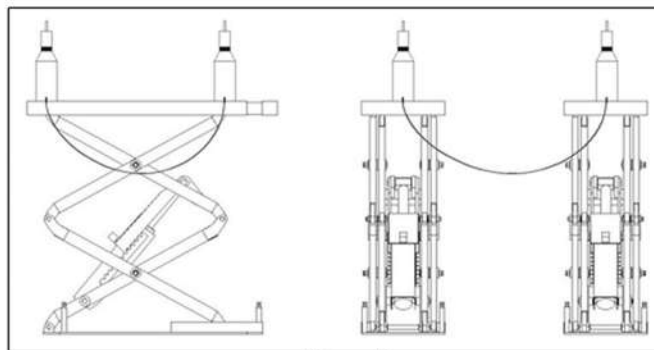

Figura 21
- Se a irregularidade da plataforma for resultado da irregularidade da base, use um bloco de ferro para preencher a área mais baixa. (Figura 21)